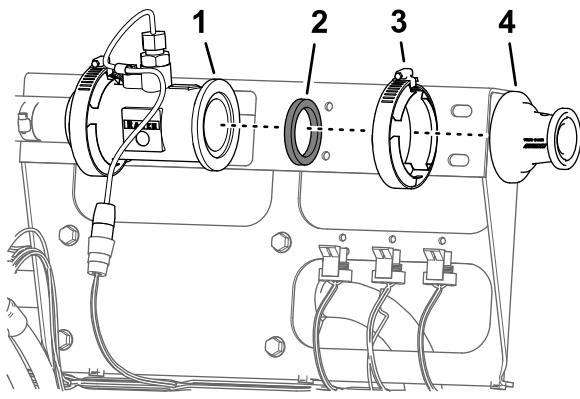

图71
6. 拧下将适配器法兰固定至流量计法兰的法兰夹具 51mm 和垫片 38 mm 图71。